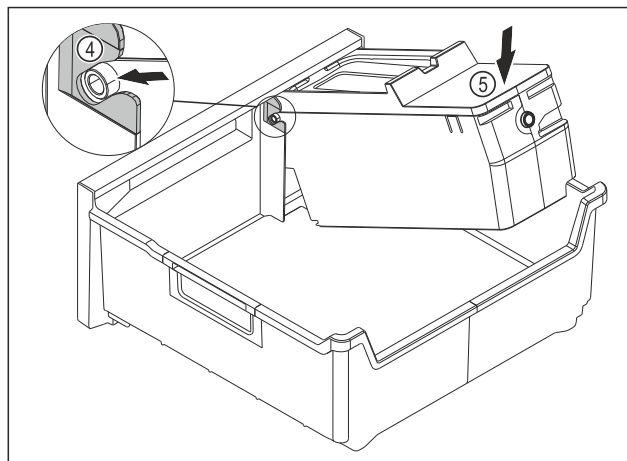

Fig. 134
- ▶ Izvadite tijelo sustava EasyTwist-Ice: Umetnite osovine tijela sustava EasyTwist-Ice u vodilice Fig. 134 (4).
- ▶ Pritisnite tijelo sustava EasyTwist-Ice Fig. 134 (5) otraga prema dolje.